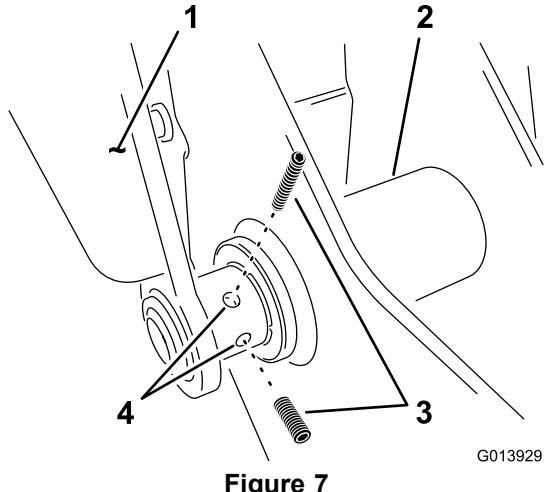

Figure 7
- Placez 2 vis de maintien sur le bras gauche au point d'articulation inférieur (Figure 7).